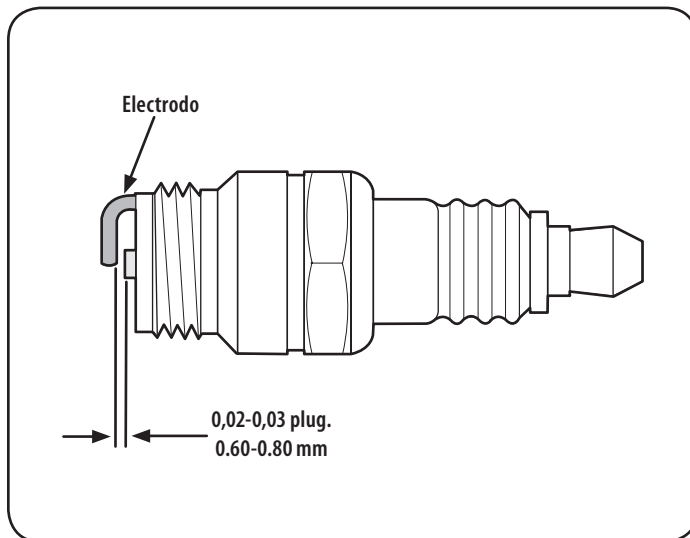

Figura 22
3. Mida la separación de bujía con un calibrador. Corrija de ser necesario torciendo el electrodo lateral. Vea la Figura 22. La separación debe establecerse en 0,030 pulg.